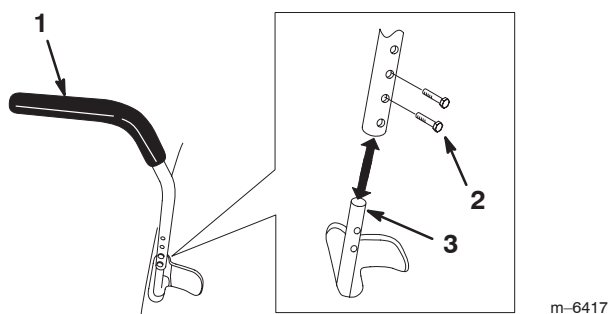

Figure 8
2. Placez le levier de commande à la hauteur voulue et dans l'alignement des trous de l'axe (Fig. 8).
3. Introduisez les 2 boulons (1/4 x 3/4 pouce) à travers le levier de commande et l'axe (Fig. 8).